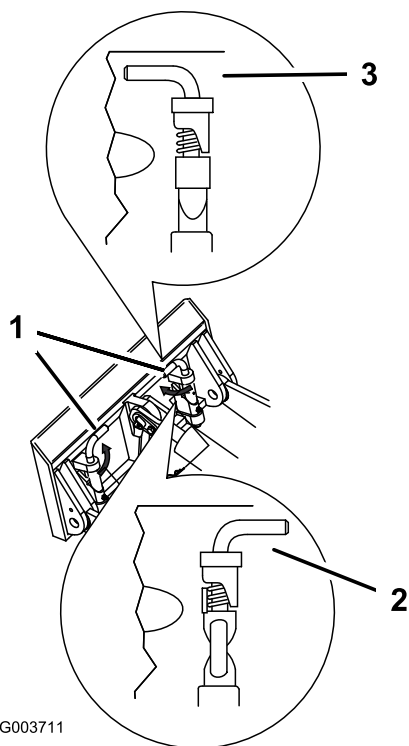

Рисунок 15
7. Закрепите быстроустанавливаемые штифты, убедившись, что они полностью вошли в монтажную пластину (Рисунок 15).